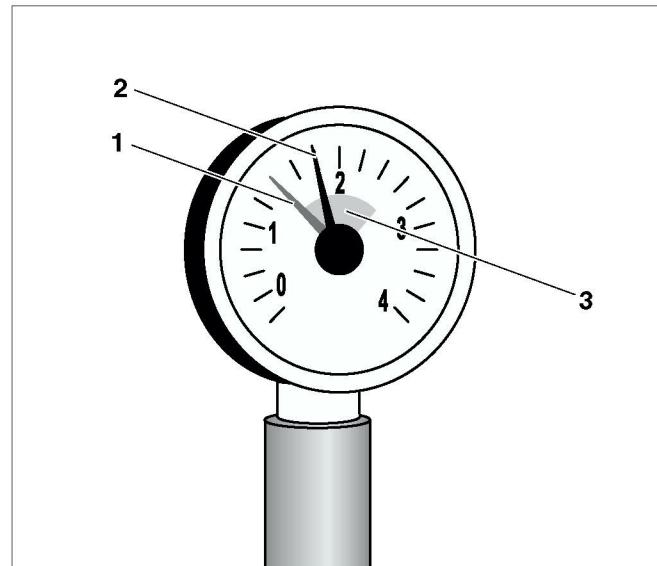

Рис. 5 Манометр для закрытых установок
В закрытых установках стрелка манометра (рис. 5, поз. 2) должна находиться в зеленой зоне (рис. 5, поз. 3).
Красная стрелка манометра (рис. 5, поз. 1) должна быть установлена на требуемое давление. Требуемое давление устанавливает наладчик.
- Проверьте, стоит ли стрелка манометра (рис. 5, поз. 2) в зеленой зоне (рис. 5, поз. 3) .
Если стрелка манометра (рис. 5, поз. 2) не доходит до зеленой зоны (рис. 5, поз. 3), то давление воды слишком низкое. Необходимо восполнить потерю котловой воды, долив подпиточную воду.
- Заполняйте установку подпиточной водой через кран KFE (кран для заполнения и слива) до тех пор, пока стрелка манометра (рис. 5, поз. 2) не перейдет в зеленую зону (рис. 5, поз. 3).